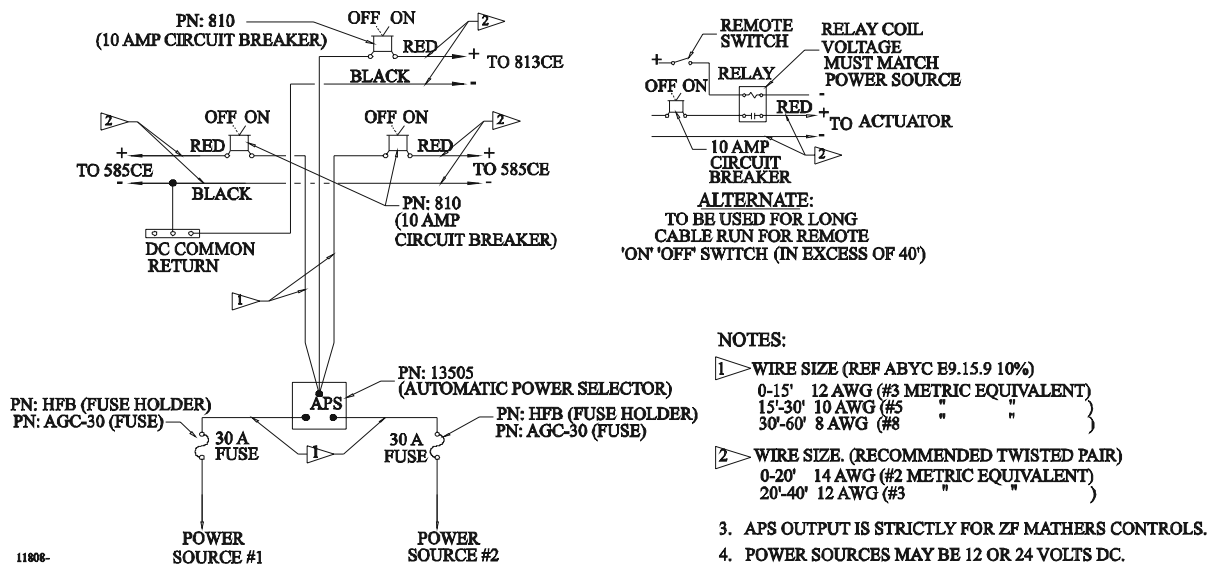
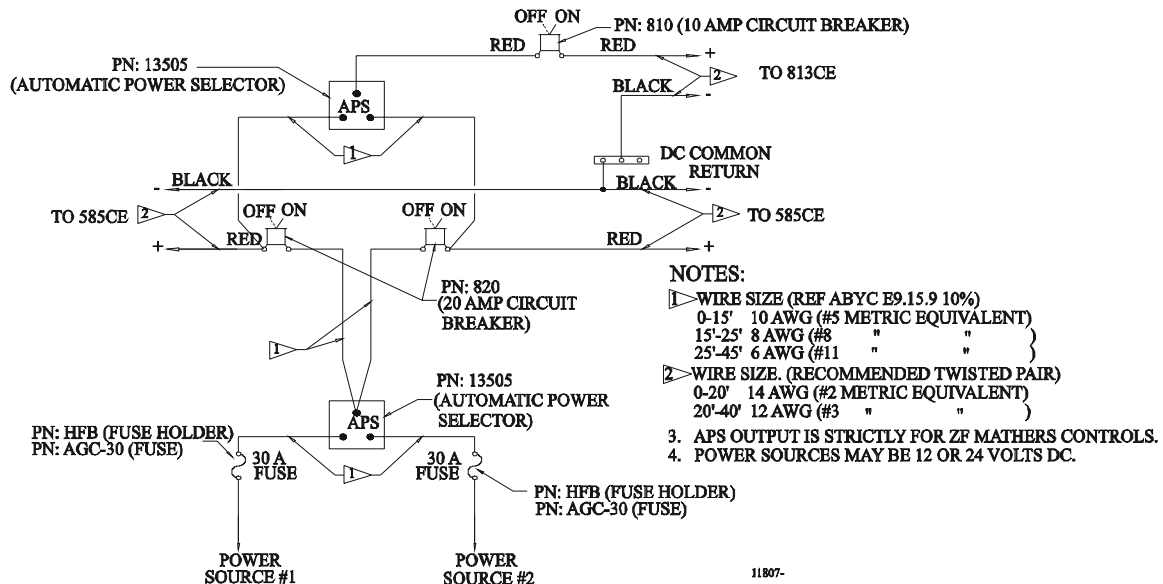

Abbildung 5: Doppelschraube mit eigener Schleifkontaktstromversorgung
Abbildung 6: Alternative Stromversorgung
HINWEIS: DAS 813CE MUSS MIT STROM VERSORGT WERDEN, WANN IMMER DAS STEUERUNGSSYSTEM IN BETRIEB IST. DIES GILT UNABHÄNGIG DAVON, OB SCHLEICHFAHRTVENTIL(E) VERWENDET WERDEN ODER NICHT. WENN DAS 813CE NICHT VOR ODER GLEICHZEITIG MIT DEM 585CE MIT STROM VERSORGT WIRD, WIRD DER GASHEBEL AUF 10% DER GESAMTLEISTUNG BEGRENZT UND EIN DAUERHAFTER TON-AUS-TON-SIGNALTON ERTÖNT AN ALLEN STEUERSTÄNDEN. UM DIESEN ZUSTAND ZU BEHEBEN, SCHALTEN SIE ALLE STALLEINRICHTUNGEN AB UND SCHALTEN SIE DEN STROM ERST ZUM 813CE UND DANN ZUM BZW. ZU DEN 585CE EIN. SIEHE VERKABELUNGSPLAN IN ABBILDUNG 6: ALTERNATIVE STROMVERSORGUNG, UM DIES AUTOMATISCH ZU ERREICHEN.
- Das 813CE erfordert als Stromquelle eine zuverlässige Batterie (12, 24 oder 32 Volt), die durch einen Schuttschalter für 10 Ampere geschützt ist (siehe Abbildung 5:). Wird die Methode der alternativen Stromversorgung verwendet, muss der Schuttschalter für 20 Ampere geeignet sein (siehe Abbildung 6:).
- Eine Möglichkeit zur Stromversorgung des 813CE ist über einen eigens dafür vorgesehenen EIN-/AUS-Schalter/Schuttschalter. Für nähere Hinweise zu dieser Möglichkeit siehe Abbildung 5: Doppelschraube mit eigener Schleichfahrtstrom-versorgung.
- Eine alternative Methode zur Gleichstromversorgung des 813CE geschieht mit Hilfe eines automatischen Stromumschalters. Siehe Abbildung 6: Die Verwendung dieses Schaltkreises hat zwei Vorteile:
2. Der Strom zum 813CE muss vor oder gleichzeitig zusammen mit dem Strom zum Hauptantriebssteuerungssystem eingeschaltet werden. Um dies zu erreichen, kann die Stromversorgung wie in Abbildung 6:, Seite 13 gezeigt anschlossen werden. Solange der 813CE-Schutzschalter eingeschaltet ist, wird durch Einschalten der Backbord- oder Steuerbord-Stelleinrichtung automatisch auch die 813CE-Schleichfahrt-Stelleinrichtung aktiviert.